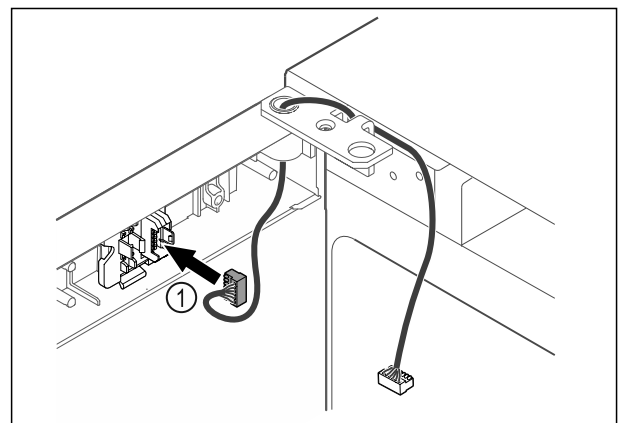

Fig. 43
- ▶ Introduceți fișa Fig. 43 (1) în suportul fișei.